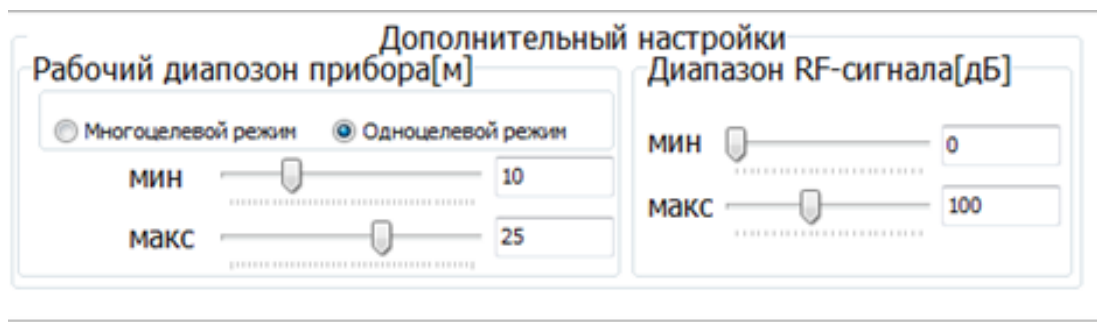

Рис.28 - Поле «Дополнительные настройки».
7.7.7 В поле «Дополнительные настройки» (рис.28) устанавливается режим работы уровнемера – «Многоцелевой режим» или «Одноцелевой режим», установкой ползунков вводятся минимальное и максимальное значения измеряемой дистанции, а также диапазон зондирующего сигнала в дБ. При изменении минимального и максимального значения измеряемой дистанции (рабочего диапазона прибора) изменяется масштаб окна, выделенного зеленым цветом в левой графической области.